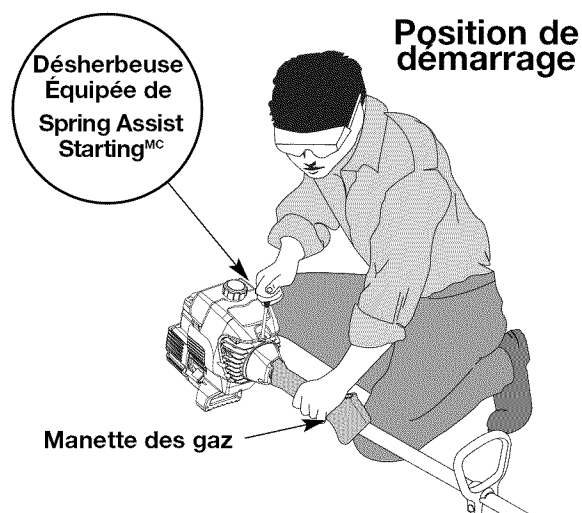

Fig. 11
**AVERTISSEMENT:** évitez tout démarrage accidentel. Tenez-vous en position de démarrage lorsque vous tirez sur la corde de démarrage (Fig. 11). L'opérateur et l'appareil doivent tous deux être en position stable pour éviter des blessures graves.
4. Accroupissez-vous en position de démarrage (Fig. 11), pressez la poignée des gaz et tirez le cordon de démarrage d'un **mouvement contrôlé et ferme** à 5 reprises.